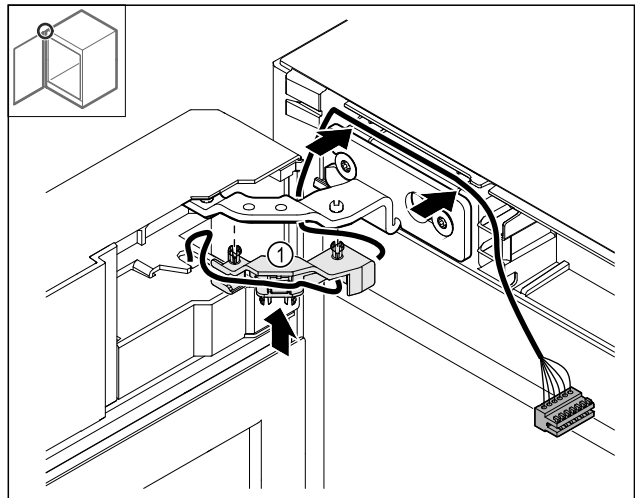

Fig. 47
- Kabelhalterung Fig. 47 (1) ins Scharnier drücken.